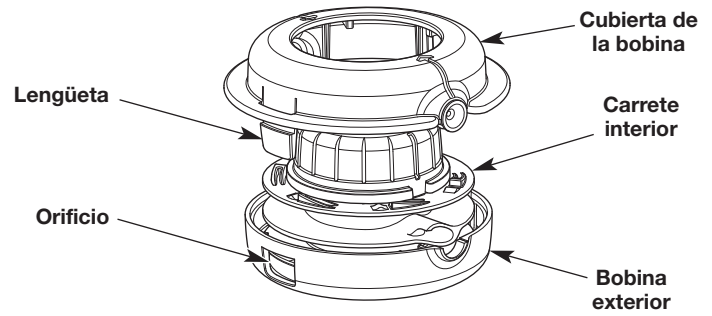

Fig. 20
1. Oprima firmemente las lengüetas del cabezal de corte (Fig. 20).
2. Retire la cubierta de la bobina (Fig. 20).
4. Utilice una tela limpia para limpiar el carrete interior, la bobina exterior y la cubierta de la bobina (Fig. 20).
5. Se deben alinear las lengüetas de la cubierta de la bobina con los orificios de la bobina exterior (Fig. 20). Oprima la cubierta de la bobina sobre la bobina exterior hasta que las lengüetas entren a presión firmemente en los orificios.